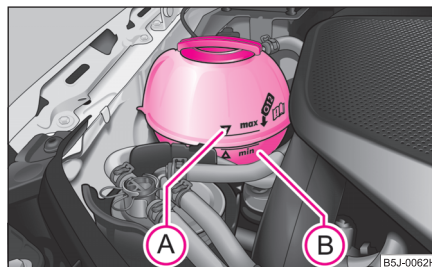

Abb. 149 Motorraum: Kühlmittel-Ausgleichbehälter
- Prüfen Sie den Kühlmittelstand am Kühlmittel-Ausgleichbehälter ⇒ Abb. 149. Der Kühlmittelstand muss bei kaltem Motor zwischen den Markierungen „MIN“ (B) und „MAX“ (A) liegen. Bei warmem Motor kann er auch etwas über der Markierung „MAX“ liegen.
- Legen Sie einen Lappen auf den Verschlussdeckel des Kühlmittel-Ausgleichbehälters ⇒ Seite 180, Abb. 149 und schrauben Sie den Deckel **vorsichtig** linksherum ab ⇒ .